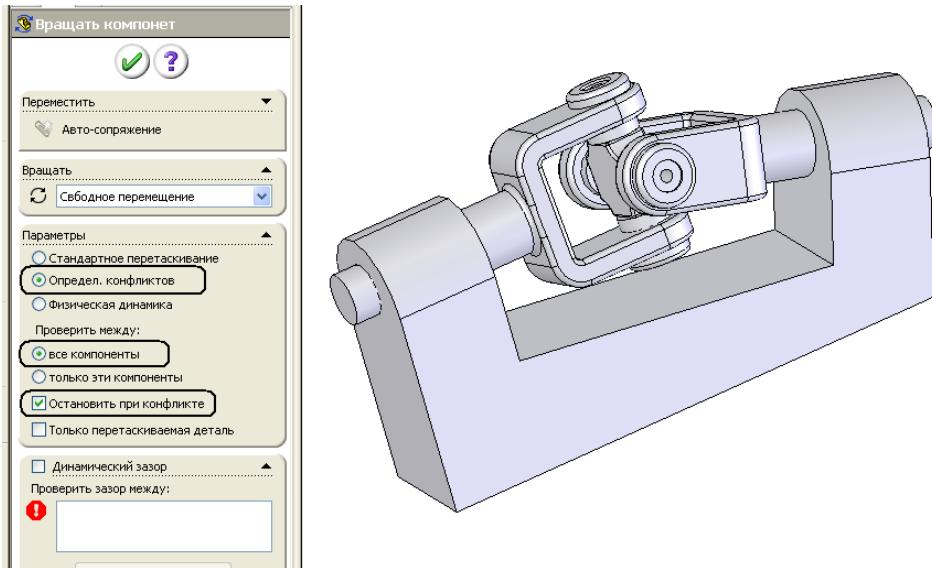

Рис. 9. Параметры контроля взаимодействия компонентов в сборке
1. Используя инструменты «Переместить компонент» и «Вращать компонент», при настройке параметров показанной на рис.9 проверить модель сборки карданной передачи на наличие конфликтов в процессе работы.